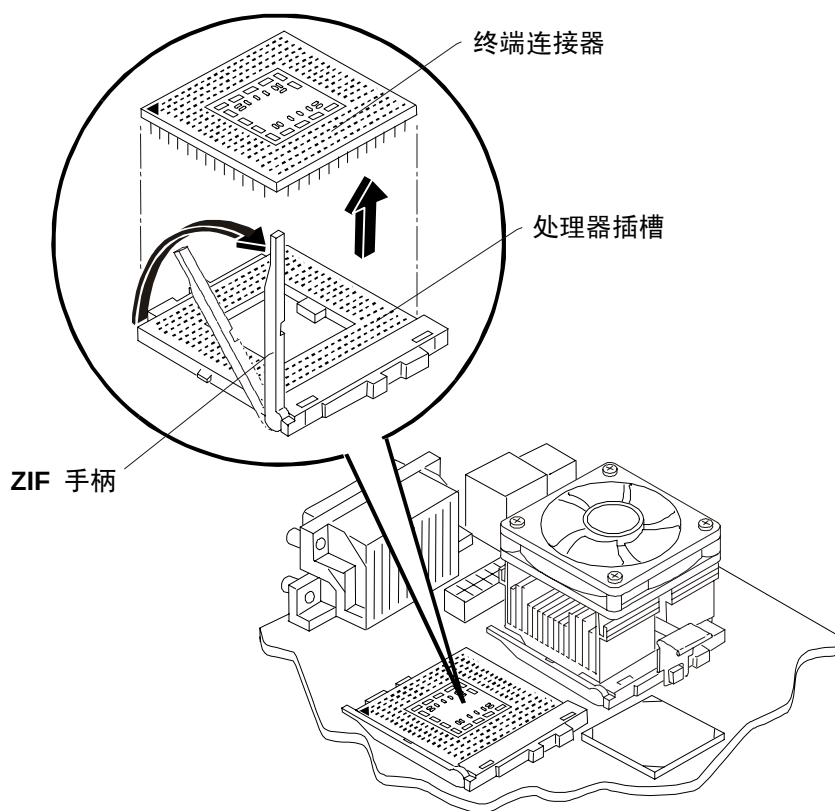

图 6-3. 取出终端连接器
9. 打开 ZIF（零插入力）手柄，以便能够卸下安装在处理器插槽中的终端连接器。请参见图 6-3。
7. 如果您未使用新处理器或替换处理器来更换该处理器，则必须将终端连接器安装在闲置的处理器插槽中。请参见图 6-3。